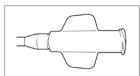

Abbildung 2: Spülaufsatz
2. Falls eine Spülung gewünscht ist, den Spülaufsatz an der mitgelieferten, mit steriler Kochsalzlösung gefüllten Spritze befestigen (Abbildung 2).